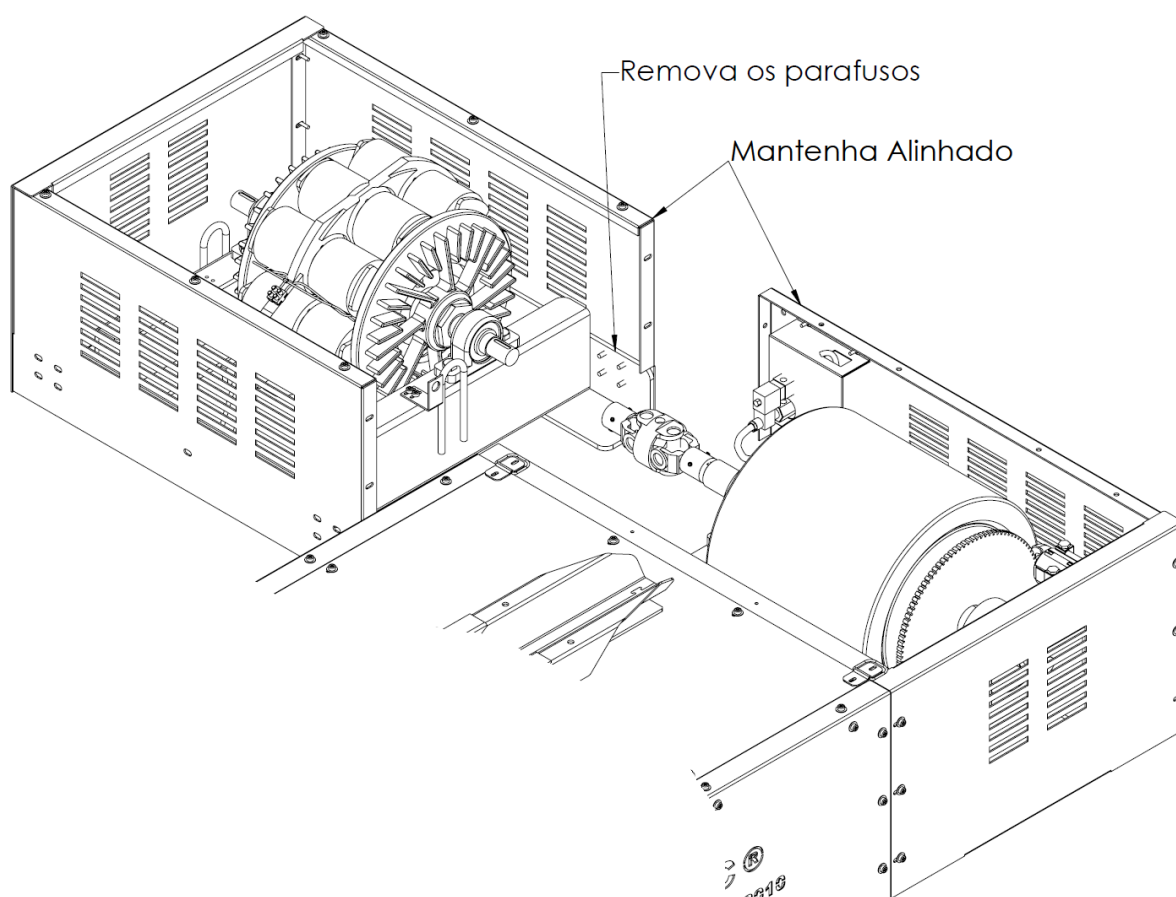

Figura 1-20: Alinhamento do Freio Eletromagnético
11. Os parafusos Allen retirados na etapa da figura 1-20 devem ser parafusados com a chapa de fixação como mostra as duas figuras a seguir.